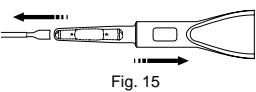

Fig. 15
- Dra ICL-en eller TICL-en sakte inn i sylinderen mens du beveger patronen i motsatt retning. Observer ICL-ens eller TICL-ens posisjoneringsmerker på begge sider av optikken for å bekrefte innretting mens du fører frem ICL-en eller TICL-en. Fortsett denne prosessen til ICL-en eller TICL-en er plassert i patronen slik at den fremre kanten er ved siden av patronens ende. Slipp ICL-en eller TICL-en og fjern tangenten. (Fig. 15)